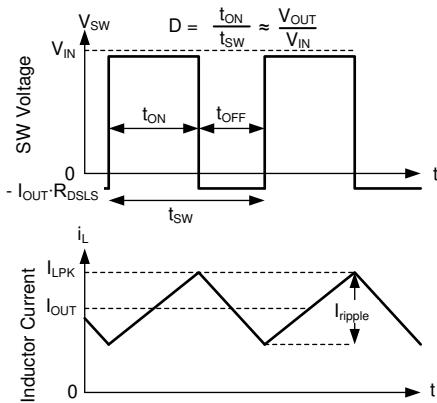

図 7-20. 連続モード (CCM) における SW 電圧とインダクタ電流の波形
LM6x4xx-Q1 の以下の動作の説明は、セクション 7.2 と 図 7-20 の波形を参照しています。両方とも、内蔵ハイサイド (HS) およびローサイド (LS) NMOS スイッチを各種デューティサイクル (D) でオンにすることで、制御された出力電圧を供給します。HS スイッチのオン時間の間、SW 端子の電圧 (V_{SW}) は V_{IN} の付近までスイングし、インダクタ電流 (i_L) は線形的な傾きで増加します。HS スイッチは、制御ロジックによってオフにされます。HS スイッチのオフ時間 (t_{OFF}) の間、LS スイッチはオンにされます。インダクタ電流は LS スイッチを通して放電され、LS スイッチの両端の電圧降下によって V_{SW} をグランドより低い電圧まで強制的にスイングさせます。一定の出力電圧を維持するため、レギュレータ ループはデューティサイクルを調整します。D は、HS スイッチのオン時間をスイッチング周期で割った値として次のように定義されます。 $D = T_{ON} / (T_{ON} + T_{OFF})$ 。